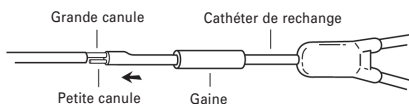

Fig. 3
3. L'extrémité du cathéter de rechange possède des canules métalliques préchargées, petites (extrémité courte) et grandes (extrémité longue). Introduire doucement la grande canule métallique dans la grande lumière du cathéter. (Fig. 3)